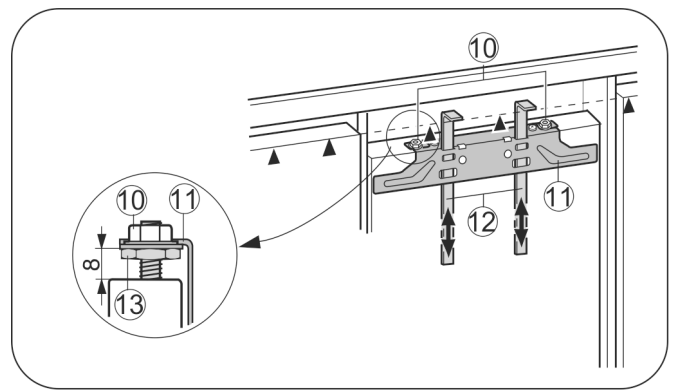

Fig. 28
- Montagehilfen Fig. 28 (12) auf Möbeltürhöhe hochschieben. Untere Anschlagskante ▲ der Montagehilfe = Oberkante der zu montierenden Möbeltür.
- Befestigungstraverse Fig. 28 (11) über die Kontermuttern Fig. 28 (10) abschrauben.